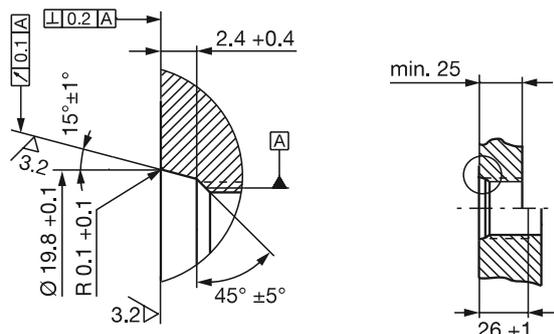
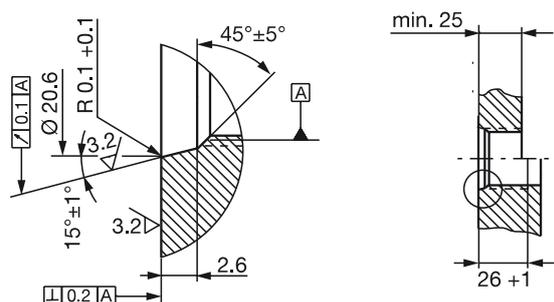

Fig. 4-3: Foro di avvitatura M18x1,5 secondo ISO 6149, O-ring 15,4x2,1
Fig. 4-4: Foro di avvitatura 3/4"-16UNF secondo SAE J475, O-ring 15,3x2,4
- ▶ Eseguire il foro di avvitatura, con la relativa filettatura (e l'eventuale svasatura per l'O-ring), come da Fig. 4-3 o Fig. 4-4.